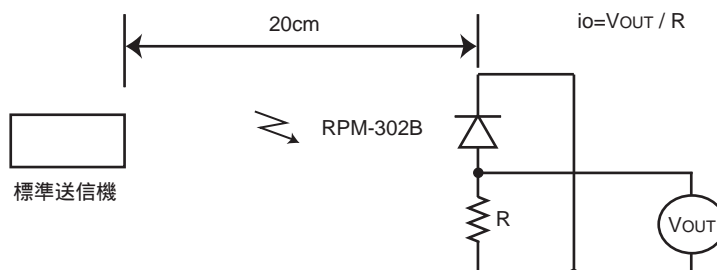

Fig.2 標準送信機校正測定
標準送信機とは、Fig.2の測定条件において、標準フォトダイオードに対してFig.1の信号を送信し、出力電流 i_o が $5\mu\text{A}_{\text{P-P}}$ になるように設定された送信機とする。(標準送信機の放射強度： 50mW/sr)
- (1) 本リモコン受光モジュールの仕様書に示す諸特性は、Fig.1 に示すバースト波を当社標準送信機 (Fig.2) にて送信した場合の特性ですので、それ以外のバースト波でご使用の場合は、十分な評価のうえ、採用をご検討ください。
- (2) 本リモコン受光モジュールをワイヤレスリモコンに採用するに当たっては、(財)家電製品協会昭和 62 年 7 月発行の「赤外線リモコン家電製品の誤動作防止対策」で推奨されている信号方式、信号フォーマットに従いご使用ください。尚、推奨信号と異なる信号方式、信号フォーマットを使用した場合、誤動作する場合があります。